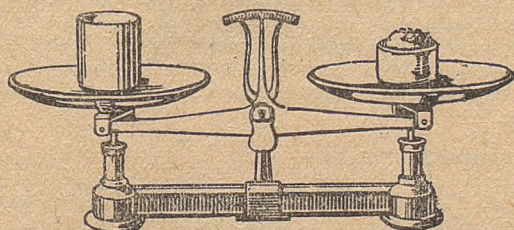

Рис. 17. Тарїрованїє способѳн ёшлїсьѳм. Предметѳ уравнивеситїѳ тараѳн.
5. Ѕшлїсьѳм ѳдзын колѳ проверитны, правильнѳйѳсь я весаєз. Правильнѳй весаєзлѳн, кѳр нїя уравнивеситѳмѳсь, указатель-лѳн стрелкаєз сулалѳ „0“ ылын (рис. 17). Не-право-лїєнѳй весаєзлѳн эаа оз ѳвлї: указательлѳн стрелкаєз нульєянєє пѳлїньтѳѳ
Эм öшлeян способ, кö-да сьöртi позьö точнöйкодь определитны расстрöйтöм (неверной) весаэз вылын телолeсь вес. Эта спосо-быс шусьö т а р и р у й т а н с п о с о б ö н . Т а р и - р у й т а н с п о с о б с ь ö б ö р т i ö ш - л e с i к ö (рис. 17) весаэз шульгалань чашка вылö пуктöвы предмет, кöдалeсь